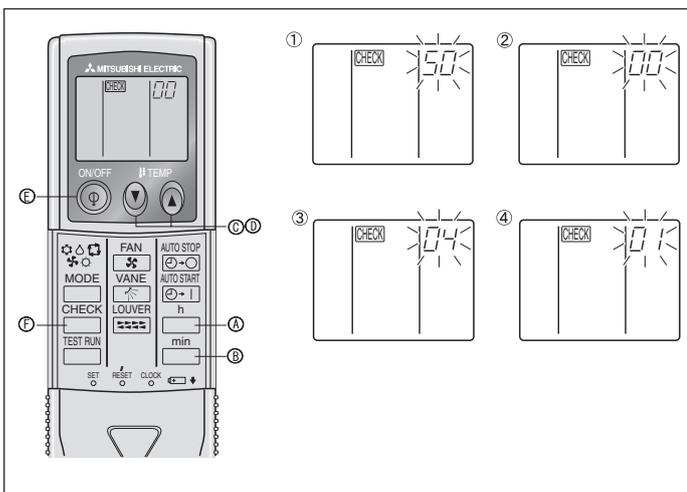

Fig. 6-10
- ⑧ PDrücken Sie die MODE-Taste **ⓐ**, und die Betriebsart- und Einstellnummern (1) und (2) werden stetig (nicht-blinkend) angezeigt, und die vorgenommenen Einstellungen können überprüft werden.
- ⑨ Die Tasten FILTER **ⓐ** und TEST RUN **ⓑ** gleichzeitig drücken und mindestens zwei Sekunden lang gedrückt halten. Das Funktionswahlbild verschwindet kurzzeitig, und die Anzeige Klimaanlage OFF erscheint.
2) Für die drahtlose Fernbedienung (Fig. 6-10)
- ① Gehe zu der Betriebsart Funktionswahl